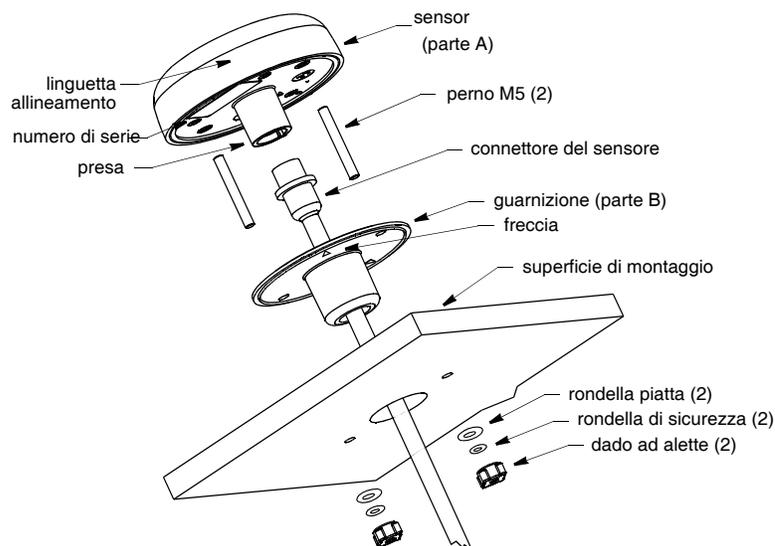

Figura 4. Montaggio a filo
1. Rimuovete l'etichetta sopra la presa del sensore (parte A) (vedi Figura 4).